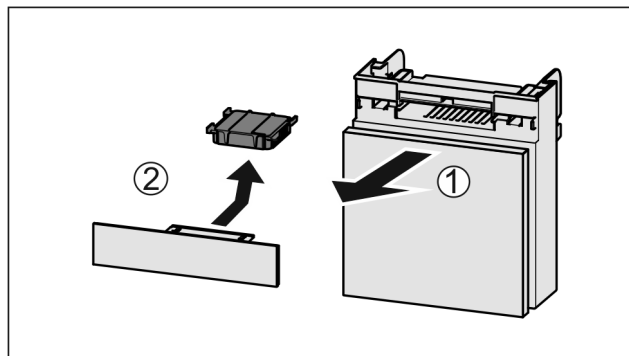

Fig. 171
- Pretinac izvucite Fig. 171 (1) prema naprijed.
- Izvadite filtarski s aktivnim ugljenom Fig. 171 (2).